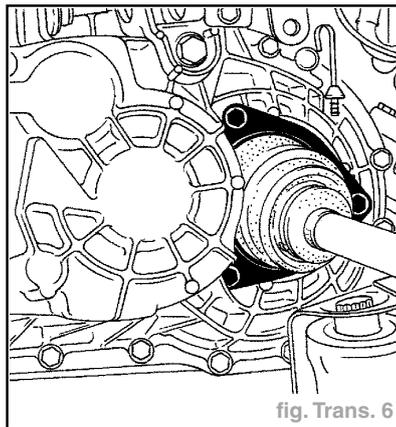

fig. Trans. 6
- Déposer les trois vis de fixation du soufflet sur la boîte de vitesses (fig. Trans. 6).